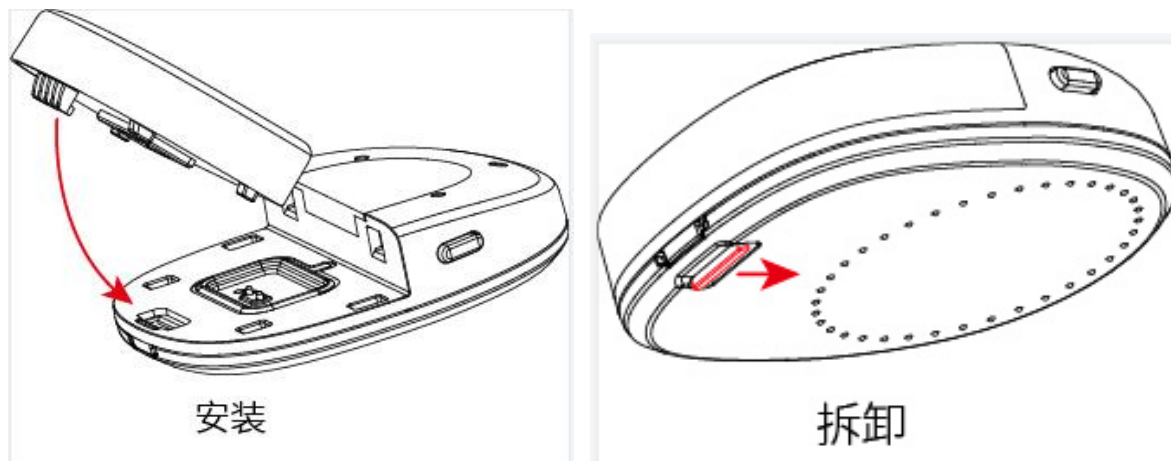

图 7 一体式电池与信号处理单元的连接与拆卸示意图
3.1.1. 一体式电池与信号处理单元的连接与拆卸, 如图 7 所示: